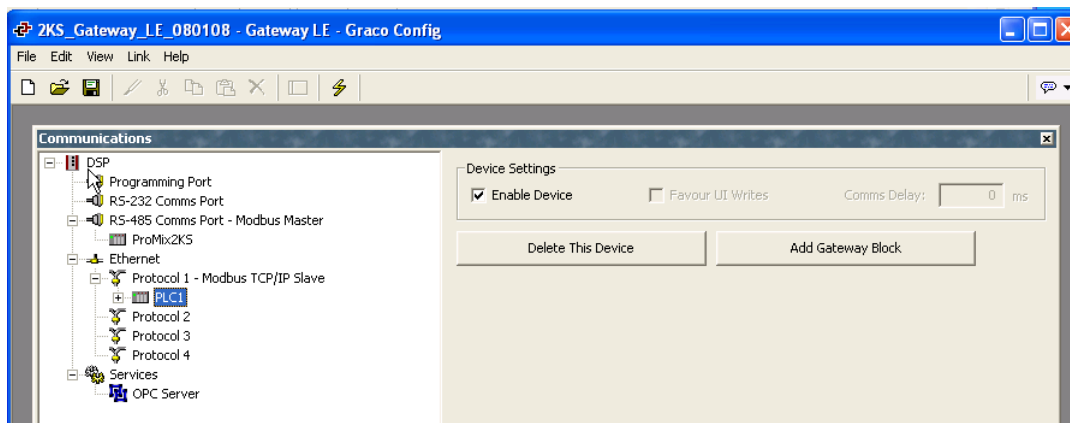

FIG. 21: Cambio de nombre de PLC1
3. Vea la FIG. 21. Haga clic en el dispositivo PLC1 para cambiar el nombre a uno que sea significativo para su sistema.